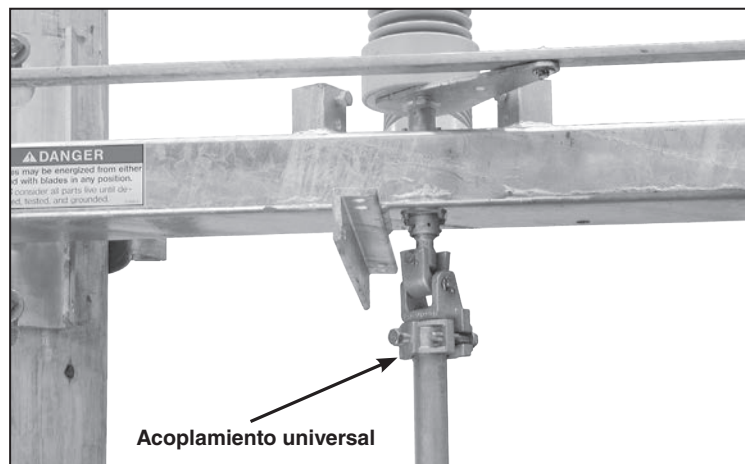

Figura 21. Instalación de la sección más alta del tubo de operación vertical.
**PASO 20.** Inserte la sección más alta del tubo de operación vertical en el acoplamiento universal fijado en la cara inferior del ensamble del interruptor. Ver Figura 21. Saque el tornillo perforante de sujeción del cuerpo del acoplamiento del tubo antes de apretar los tornillos de la abrazadera del acoplamiento.